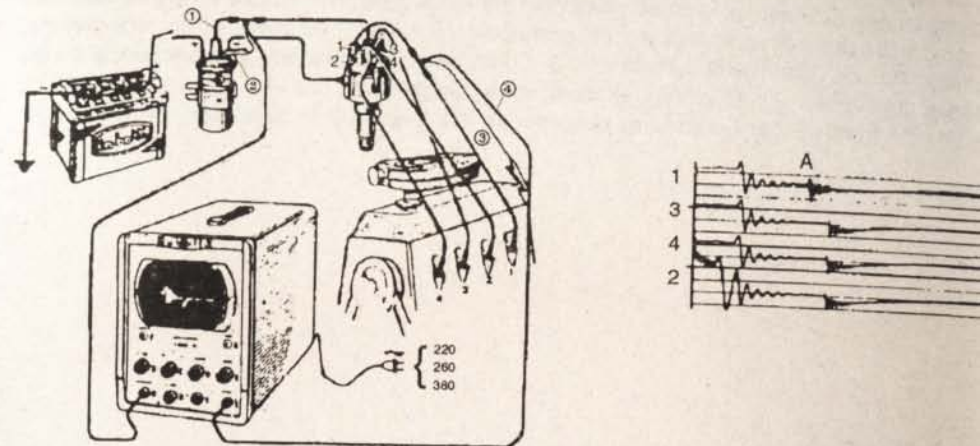

Fig. 6-15.— Osciloscopio "Robotti" y oscilogramas en conjunto.
El osciloscopio (fig. 6-15) tiene un cable (1) captador de trazado, que se conecta a la salida del secundario de la bobina, con el contacto (2) al negativo del primario. El cable captador de impulso (4) se conecta al cable de alta tensión de la bujía del cilindro (1), con el cable (3) a masa (fig. 6-15).